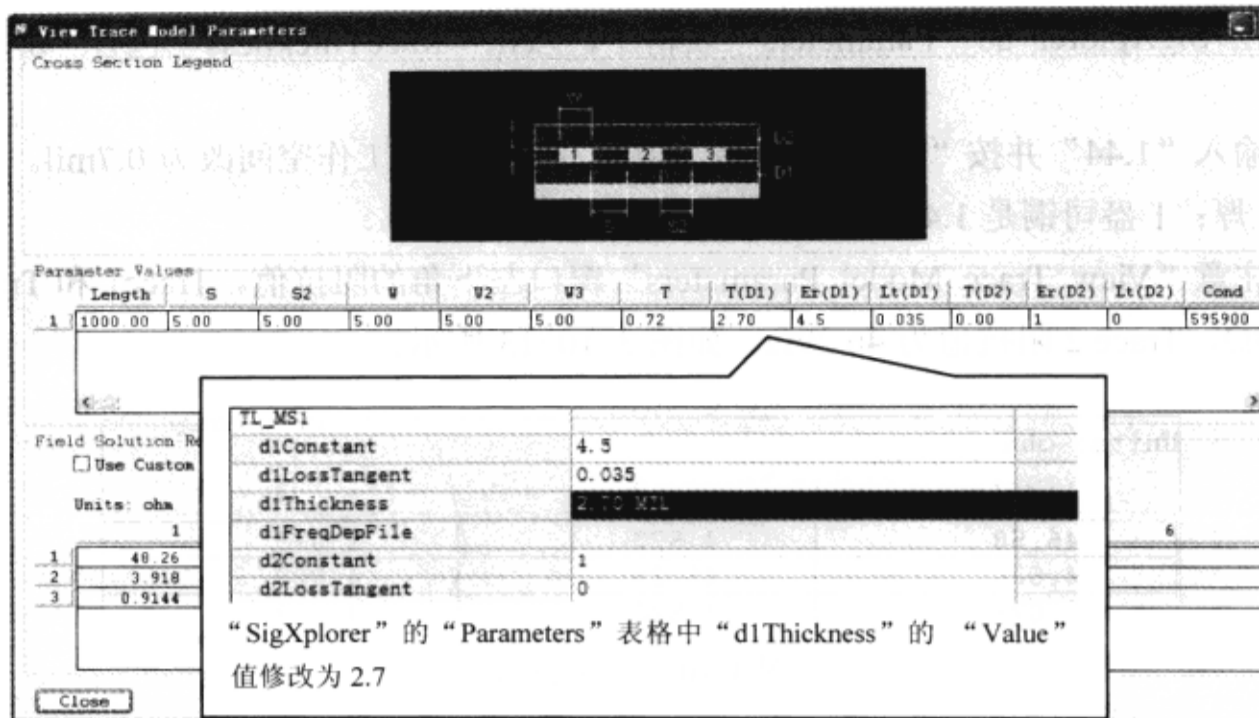

图 3-10-10 “View Trace Model Parameters”窗口
(3) 在 SigXplorer 的“Parameters”表格中, 双击“d1Thickness”的包含“10mil”的“Value”区域→修改为 2.7 并按“Tab”键。“View Trace Model Parameters”窗口的 T (D1) 也变为 2.7, 如图 3-10-10 所示。